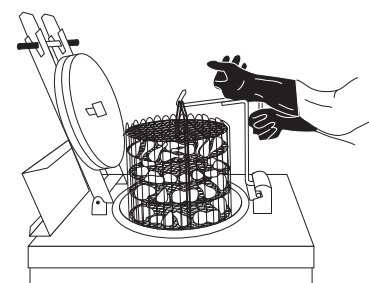

ABBILDUNG 11
**GEFAHR:** Tragen Sie immer Schutzhandschuhe und verwenden Sie den Abtropfhaken, um den Korb aus dem Frittieröl zu heben (siehe Abbildung 11).